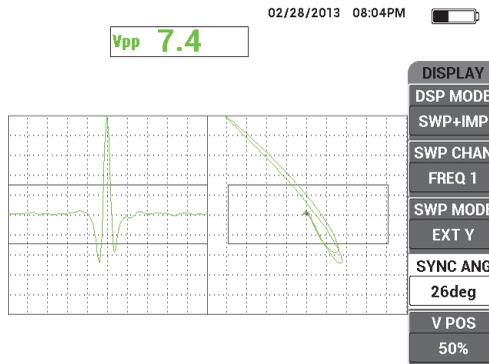

Figura 5-68 Ajuste del ángulo de sincronización
9. Pulse la tecla de menú DISP () y, después, ajuste el parámetro SYNC ANG (ángulo de sincronización) [tecla de función D] para centrar la señal de la perforación en el registro de gráficos continuos. Vea la Figura 5-68 en la página 193.